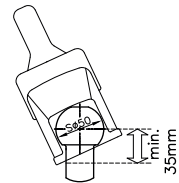

Bild 1:
1.3 Die Zugkugelkupplung WS 3000/3500 kann nur zusammen mit Kupplungskugeln nach DIN 74058 / ISO 1103 eingesetzt werden, wenn der Kugelhalb im Bereich von **35 mm frei von Anbauteilen** ist. (Bild1) (statt 32 mm nach DIN 74058 / ISO 1103).